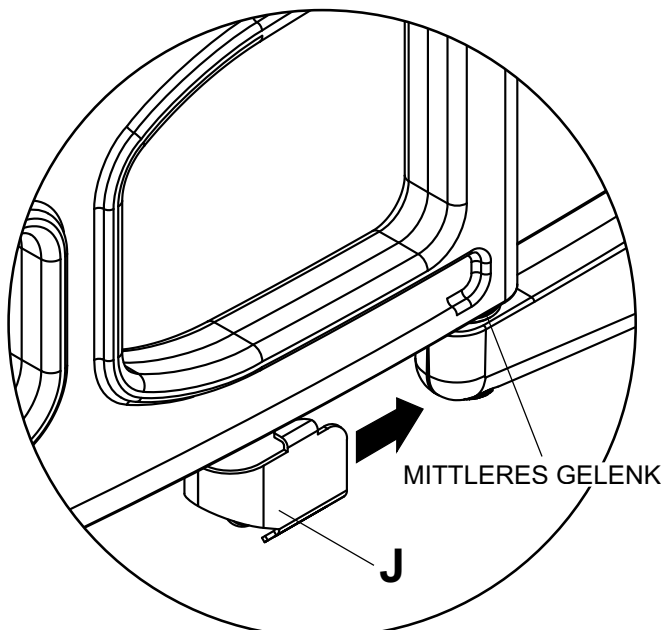

Abbildung. 5.1
- 5** Die Kabel können mithilfe der Kabelklemme (J) verlegt werden.
Schieben Sie die Kabelklemme (J) wie in Abbildung 5.1 dargestellt auf den unteren Teil des mittleren Gelenks und befestigen Sie die Kabel wie in Abbildung 5.2 dargestellt mithilfe des Kabelbinders (K) an der Kabelklemme.